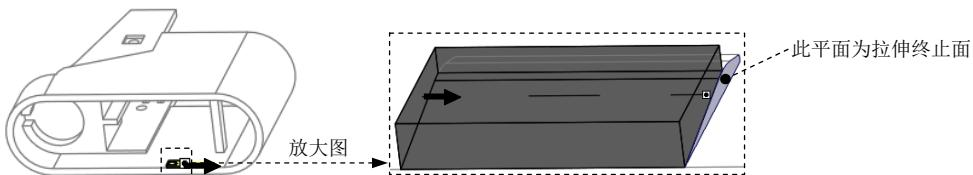

图 19.15 选取拉伸终止面
(5) 设置深度选项。
- ① 在操控板中选取深度类型 (到选定的)。
- ② 将模型调整到图 19.15 所示的视图方位，选择图 19.15 所示的平面为拉伸终止面。
- (6) 在“拉伸”操控板中单击 按钮，完成特征的创建。